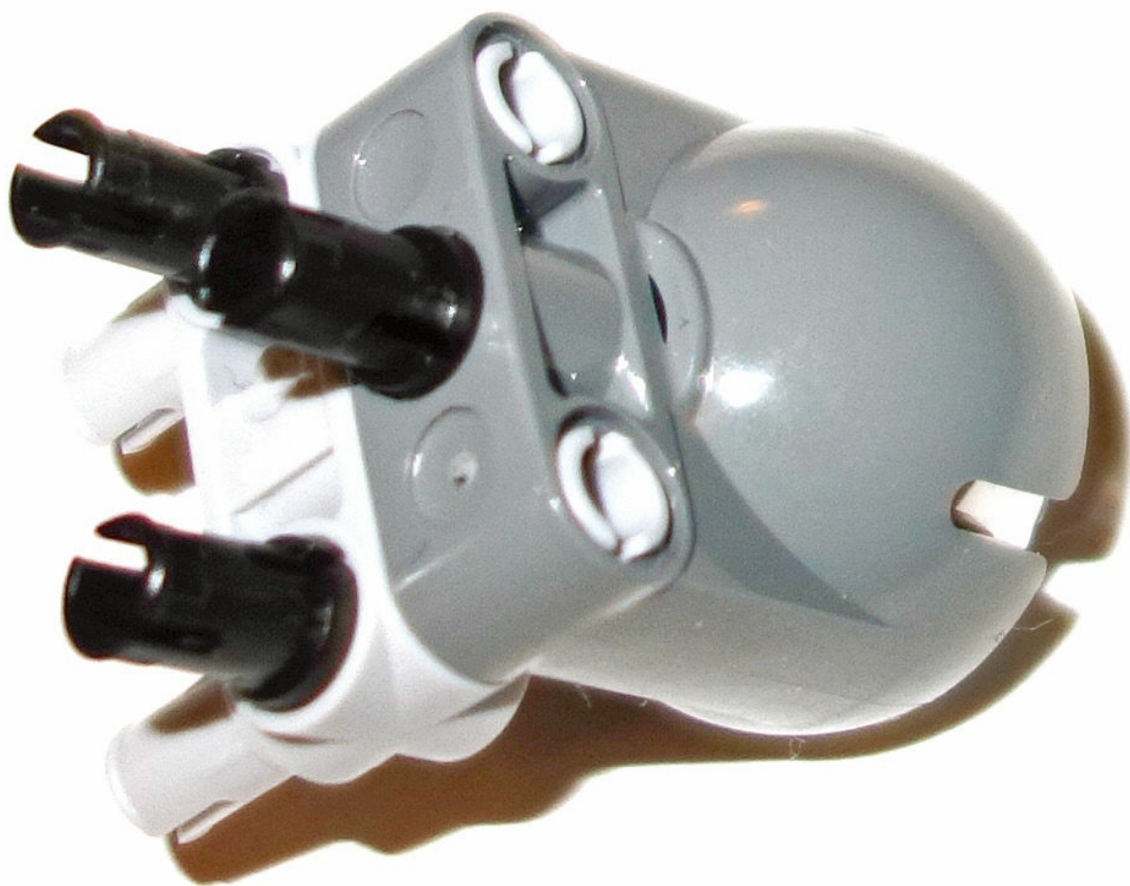

图11.19 插入3个销
**15.** 将万向轮与一个灰色的连通式直梁组合，然后添加3个褐色的销，如图11.19所示。